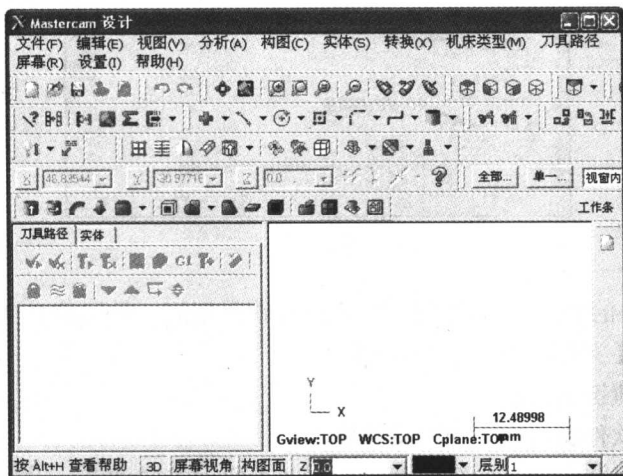

图 1-1
- ☐ 在桌面上双击 Mastercam 的快捷方式图标，弹出如图 1-1 所示的软件界面。